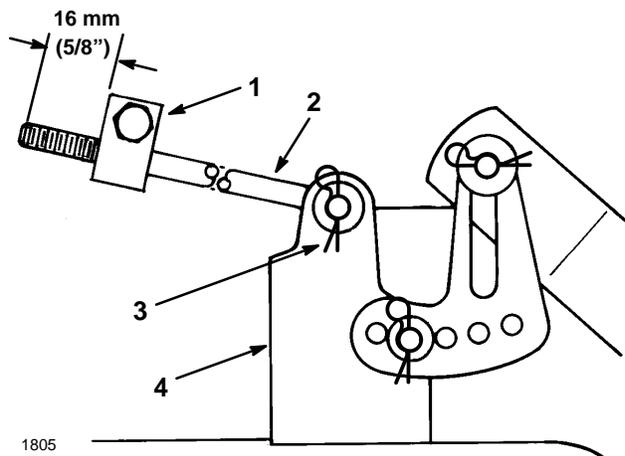

Figure 50
- Mesurer la longueur de tige qui dépasse du bloc de réglage de chaque côté du châssis (Fig. 50). Si cette longueur n'est pas de 16 mm (5/8"), retirer la goupille épingle et la rondelle de l'extrémité de la tige (Fig. 50), et visser ou dévisser la tige jusqu'à obtenir la longueur de 16 mm (5/8") requise. Introduire alors l'extrémité de la tige dans le support du plateau et la fixer à l'aide de la rondelle et de la goupille épingle. Répéter ces opérations de l'autre côté du plateau de coupe.